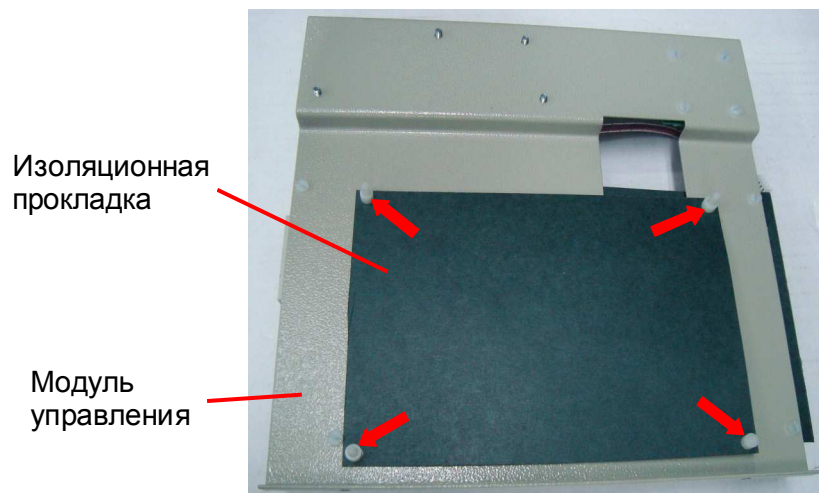

Рис. 7.21
7.8.1. Установить изоляционную прокладку на пластмассовые винты, закрепленные в модуле управления (рис. 7.21).
7.8.2. Надеть на винты пластмассовые втулки (рис. 7.21, красные стрелки).